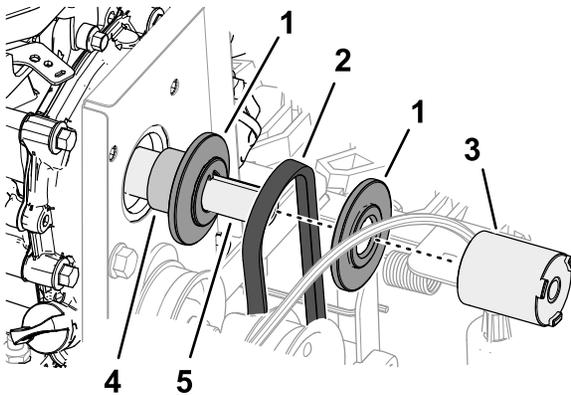

Figura 46
4. Retire el espaciador de la polea, la mitad delantera de la polea y la correa de tracción de 87.6 cm (34½") del cigüeñal del motor (Figura 46).